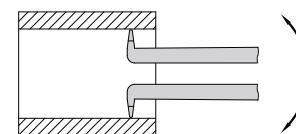
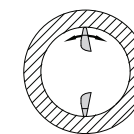

fig.2
fig.3
4. Come si usa: premere la leva di comando per rendere la distanza tra le due punte di misura più piccola del foro da misurare. Inserire il calibro nel foro, rilasciare la leva di comando per far sì che le due punte di misura siano ben a contatto con il foro, far oscillare leggermente il calibro lungo l'asse e la radiale del foro, per trovare il minimo assiale (fig.2) e il massimo radiale (fig.3), ottenere il risultato dal calibro. Quando si misura la larghezza, trovare il valore minimo e ottenere il risultato.